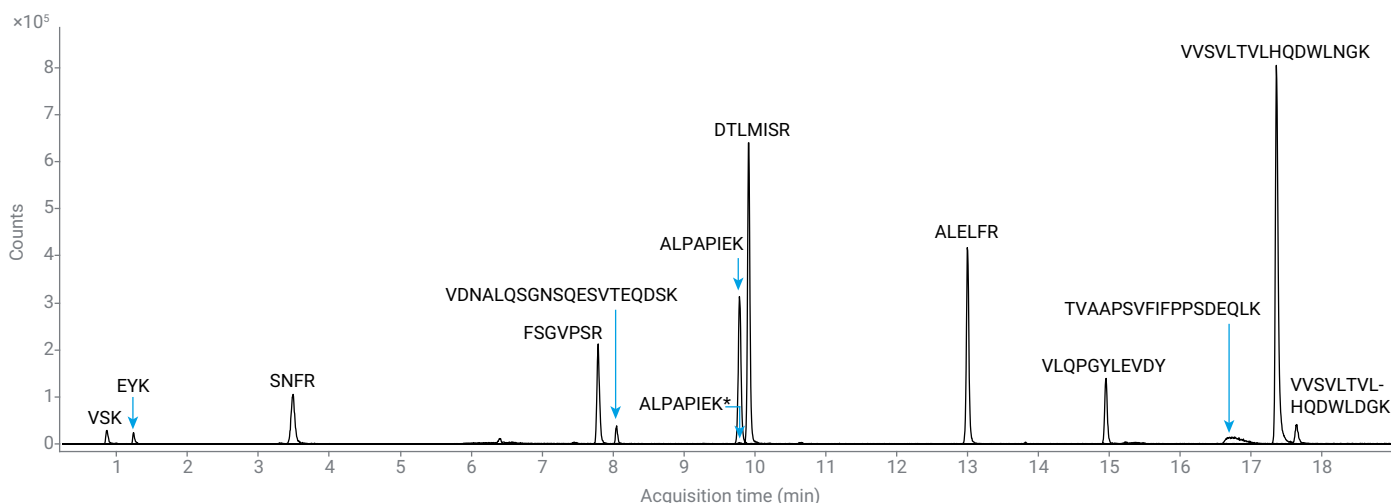

図 1. 13 ペプチド LC/MS 標準のアノテーション付き LC/MS クロマトグラム
- 幅広い分子量および疎水性：この標準は、300 ~ 2,100 Da の範囲のペプチドで構成されており、代表的な逆相ペプチド分離のリテンションタイムの範囲をカバーしています (図 1)。